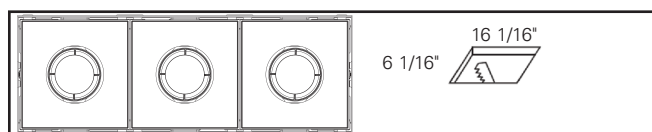

Figure 1.11.
- 3 lumières : 407,99 x 154 mm (16 1/16 x 6 1/16 po) (Figure 1.11)